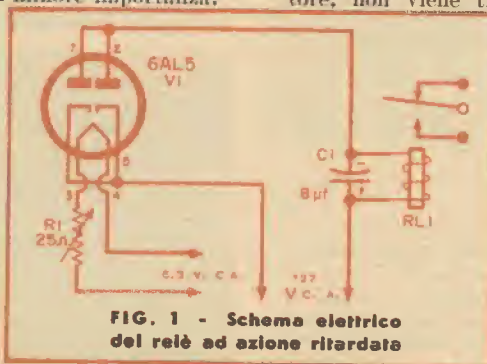

FIG. 1 - Schema elettrico del relè ad azione ritardata
Fig. 1 - (A) Circuito di prova per rilevare le caratteristiche di un tubo a vuoto. (B) Circuito di un tyratron alimentato in c. a. e con pulsante per cortocircuitare la polarizzazione di griglia. (C) Forma d'onda quando la tensione di innesco del tyratron è di 30 V. (D) Forma d'onda quando la tensione d'innesco è di 100 V.
Potete costruirvi questa curva esaminando come la corrente anodica del tubo è regolata dalla tensione della griglia pilota. Le caratteristiche di un tubo a vuoto sono generalmente ricavate per mezzo di un circuito di prova come quello mostrato in fig. 1 A: si fa variare la tensione di griglia e si osserva, su di un milliamperometro, come varia in conseguenza la corrente anodica. Ma se operate in questo modo con un tyratron, rovinereste irrimediabilmente sia il tubo che il milliamperometro.
In fig. 1 C la tensione della griglia pilota è di -1 V: il tyratron incomincia a condurre quando la tensione anodica raggiunge 30 V (punto A); si spegne, invece, quando la tensione cade al disotto di tale valore. Il tempo di conduzione è t_1 .
Si confronti ciò con la fig. 1 D. Essendo ora la griglia pilota a -3 V, la tensione anodica deve salire a 100 V perchè il tubo incominci a condurre. Ciò significa che la durata di conduzione (t_2) è, in questo caso, alquanto minore. La potenza totale trasferita al carico è, nel secondo caso, assai minore che nel primo caso proprio a causa del più breve periodo di conduzione. In pratica, una variazione di uno o due volt nel circuito di griglia, opera una variazione di decine di ampere nel circuito di carico anodico.